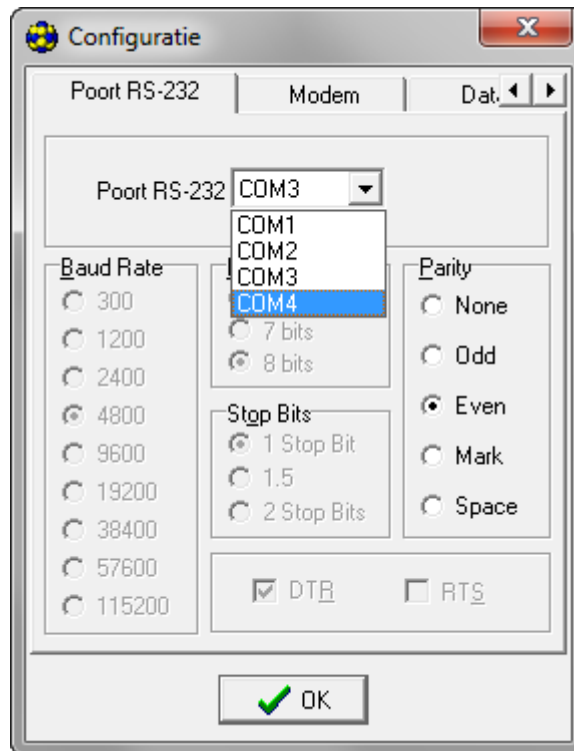

Fig. 7. "Configuratie" scherm.
4. Selecteer de Com poort van de computer waarmee de module verbonden is (zie: Fig. 7).